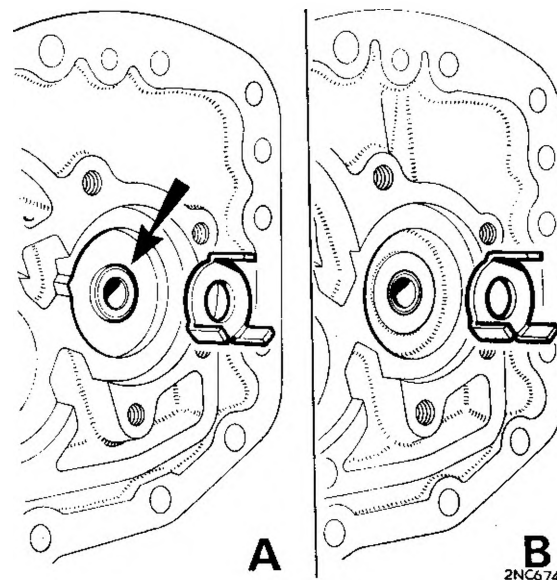

Fig. Fa. 37
8. Rimuovere dalla scatola della pompa ausiliaria l'altro ingranaggio completo della relativa rondella di spinta. Il modello precedente è dotato di rondella di spinta bimetallica con boccola piana installata sulla scatola, mentre il tipo più recente di coperchio ha una boccola a flangia ed una rondella di spinta in acciaio (vedi Fig. Fa. 37).
cola, sostituire il complessivo ed ingranaggi con l'assieme Mk. II B che è dotato di boccola flangiata e rondella reggispinta in acciaio (vedi Fig. Fa. 37).
9. Rimontare l'ingranaggio della pompa ausiliaria e relativa rondella reggispin-ta sulla scatola della pompa (vedi Fig. Fa. 37 alla pagina precedente).